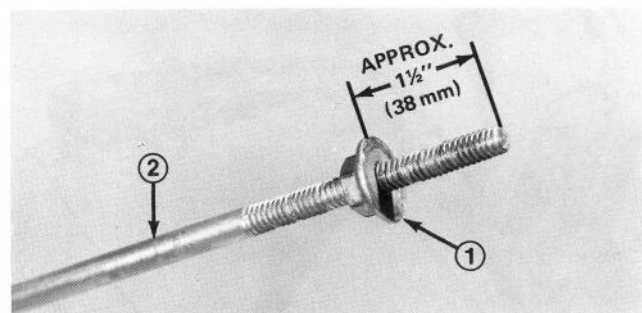

Figure 3
1. Enfilez un écrou à collerette (la collerette en bas) sur la tige de traction (Fig. 3).